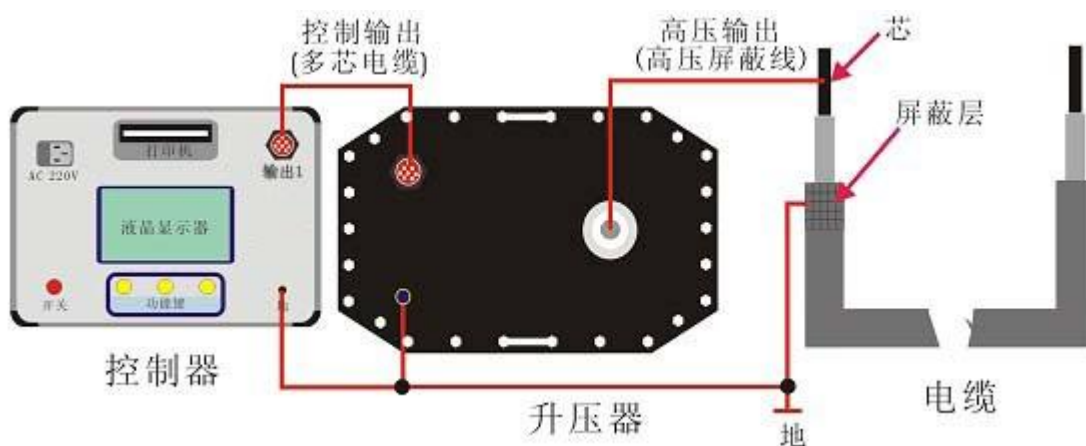

图 13 单相测量连线图
6. 用随机附带的专用柔性连接电缆将试验设备与试品电缆按图 13 所示的方法相连接。